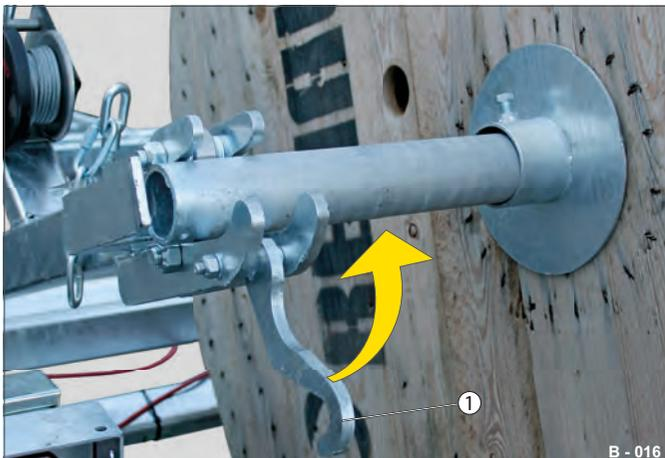

Fig. 13 Touret en place
► Faites basculer le crochet (Fig. 13 /1) vers le haut, autour de l'axe de transport.